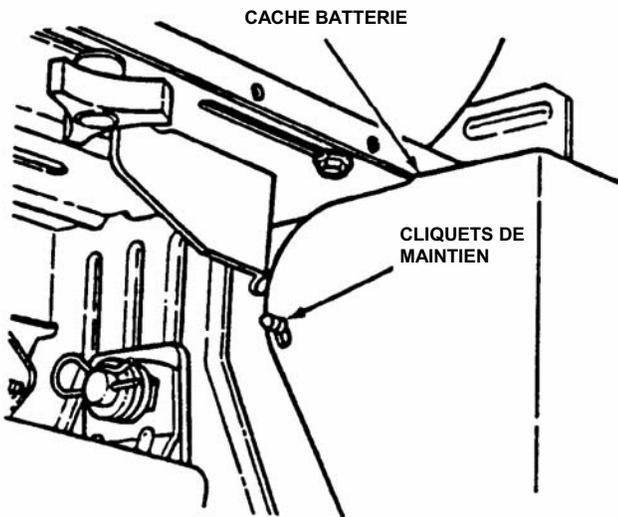

FIGURE 4.16
1. Tirez doucement sur chaque côté du cache batterie pour qu'ils sortent des cliquets de maintien. Voir la figure 4.16.
5. Réinstallez le cache batterie. Voir la figure 4.16.